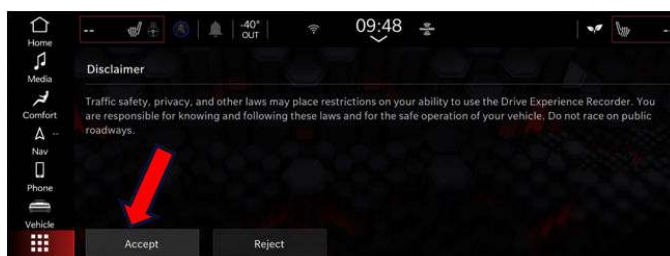

Fig. 11
26. Open Apps/Categories Fig. 11.